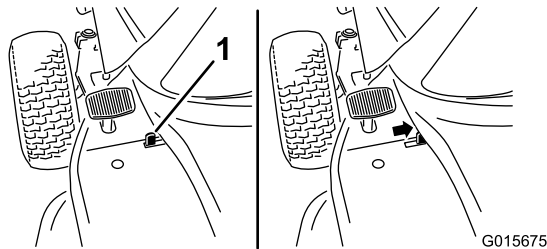

Bild 5
3. Schieben Sie den Feststellbremshebel auf die andere Seite (Bild 5) und nehmen den Fuß nach und nach vom Bremspedal.